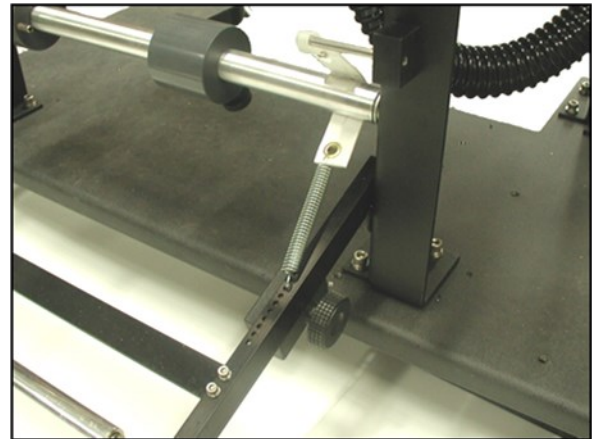

Figure 2-9B. Réglages du dispositif de dérou-
1. Soulevez le bras du danseur pour relâcher la tension du ressort. **Figure 2-9B.**
1. Faites pivoter dans le sens contraire des aiguilles d'une montre le bouton de verrouillage du poids de rouleau danseur, pour libérer le poids. **Figure 2-9B.**